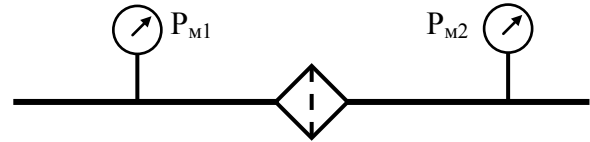

Рисунок 7.3
7.2.6 Розрахувати коефіцієнт місцевого опору фільтра, який встановлений на трубопроводі з діаметром d , якщо перепад тиску на фільтрі при витраті води G (температура води t) становить величину $\Delta P = P_{m1} - P_{m2}$ (рис. 7.3).